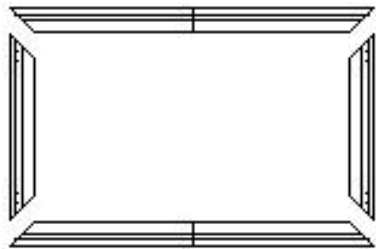

Bild 3
3. Lägg alla fyra ramdelarna, 2 st. (A) och 2 st. (B), på golvet i deras monteringsposition (bild 3).